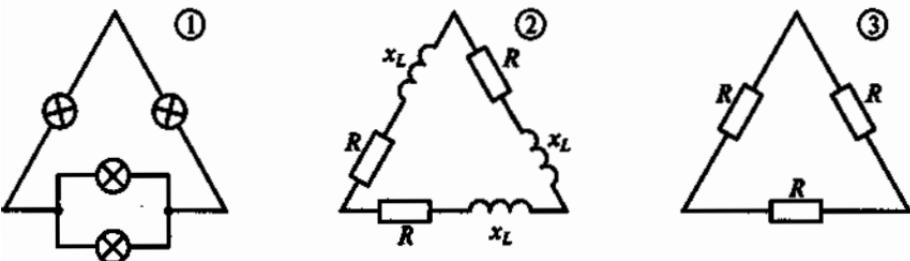

Рис. 136
3.132. В какой из трех схем, показанных на рис. 136, нагрузка является несимметричной?